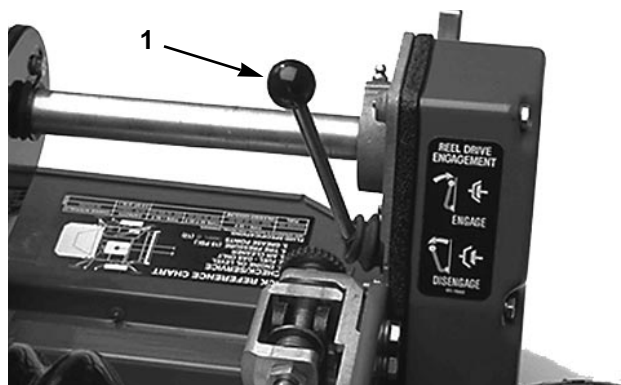

Fig. 14
Leva di innesto trasmissione cilindro (Fig. 14)—Si trova sull'angolo anteriore destro della macchina. La leva ha due posizioni: INNESTO e DISINNESTO. Alzare la leva per innestare il cilindro, ed abbassarla per disinnestarlo.
1. Verificare che le leve della trazione (Fig. 13) e di trasmissione del cilindro (Fig. 14) si trovino in posizione DISENGAGED (disinnestato).